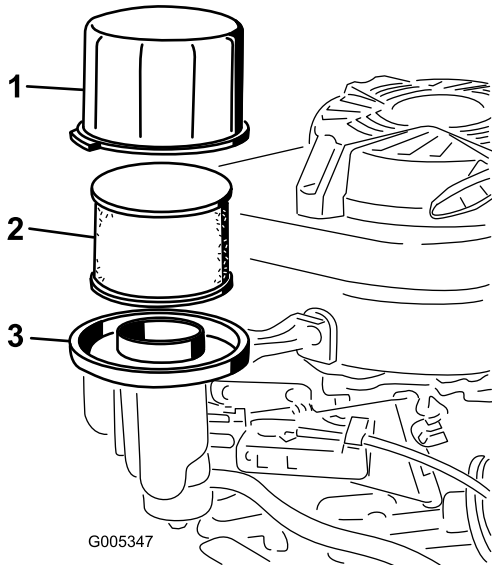

Figure 19
3. Déposez le couvercle et nettoyez-le soigneusement (Figure 19).
4. Sortez le préfiltre en mousse et l'élément filtrant en papier de la base du filtre à air (Figure 19)